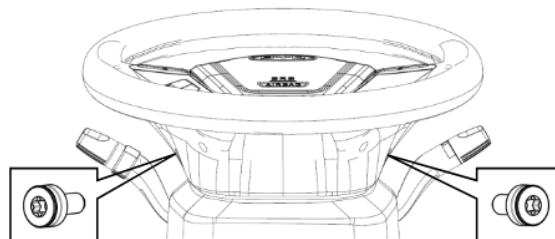

图 4-14
- ①对齐转向盘两侧的小圆孔，用 TX30#套筒松开两个内六花螺钉。如图 4-14 所示。